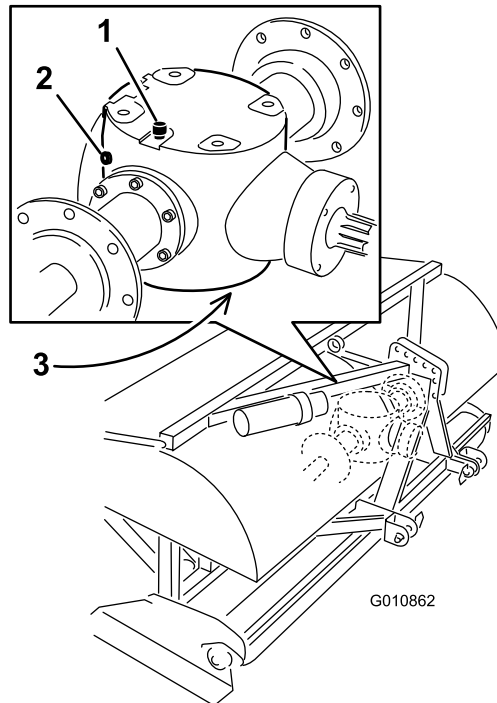

图45
2. 从齿轮箱上拆下检查塞（图45）。
3. 确保油位高达齿轮箱中检查塞孔的底部（图45）。
- 清洁通气/加油塞和排油塞周围的杂质，避免污染（图45）。